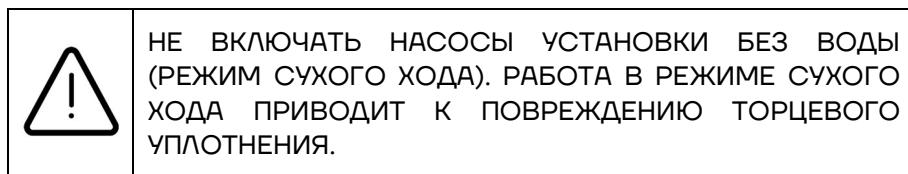

Рис. 6 Контроль давления в мембранным баке
- проверить давление воздуха в мембранным напорном баке (рис. 6). В случае отсутствия или недостаточного давления в баке, необходимо выполнить рекомендации по его увеличению;